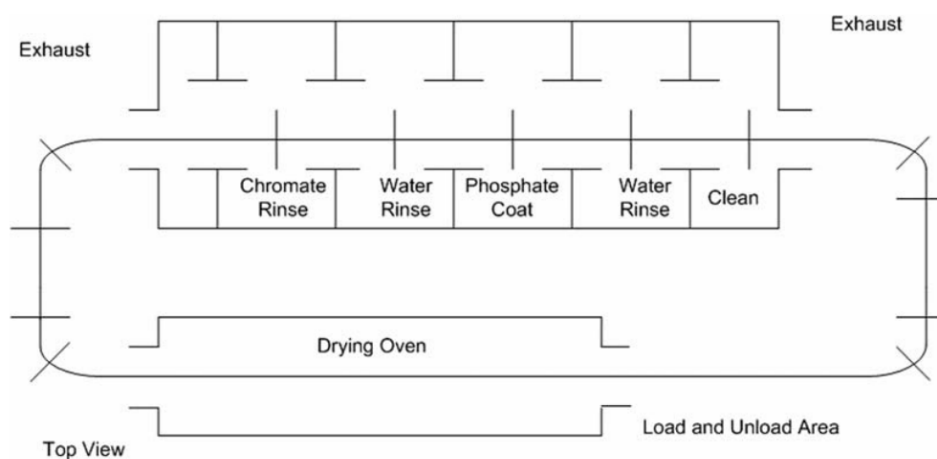

Figura 11: Proceso de fosfatado. Fuente: Adaptado de [5].
1. **Fosfatados de Zinc/Hierro/Manganeso:** Consiste en la aplicación de una solución que contiene fosfatos que reacciona con la superficie metálica para formar una capa de fosfato. Este tratamiento se utiliza para mejorar la resistencia a la corrosión del metal y para mejorar la adhesión de las pinturas. El proceso de fosfatado puede realizarse por inmersión o rociado como se puede ver en la Figura 11 y la superficie debe estar limpia y libre de óxidos antes de la aplicación.